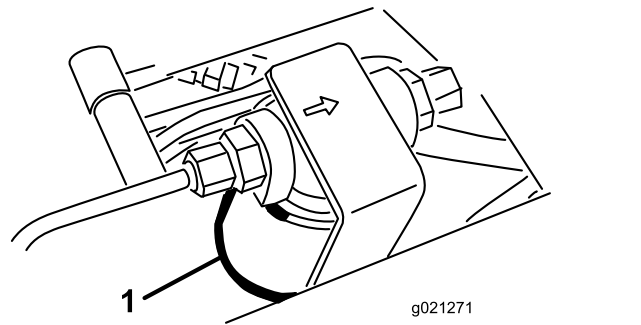
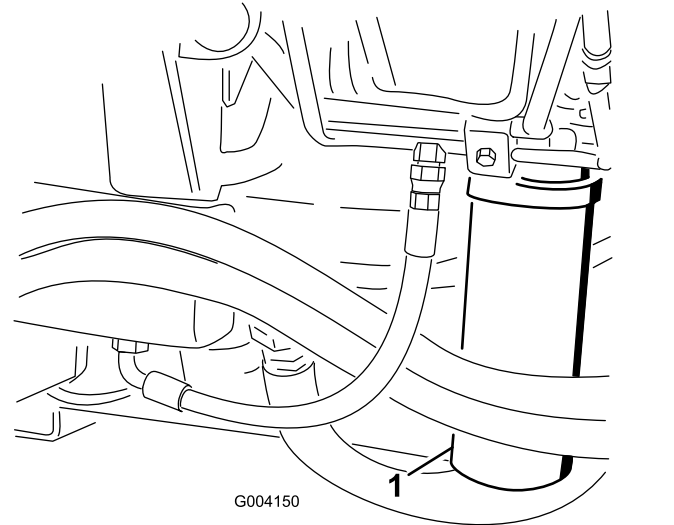

Bild 90
Bild 91
- Reinigen Sie den Bereich um den Filterbefestigungsbereich und stellen Sie eine Auffangwanne unter den Filter (Bild 90) und (Bild 91).